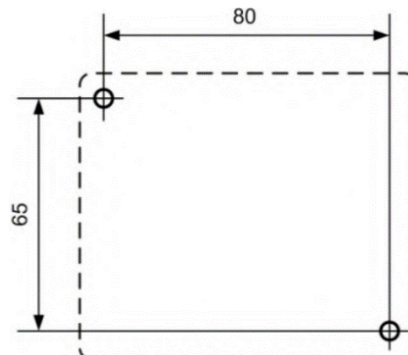

Рисунок 1. Схема крепления.
4.1. Прибор крепится к вертикальной плоскости посредством двух отверстий Ø5 мм (рис. 1). При этом кабельные вводы и штуцера должны быть направлены вниз (для стекания конденсата). При прокладке питающих и сигнальных линий следует исключить возможность попадания конденсата на кабельный ввод датчика.